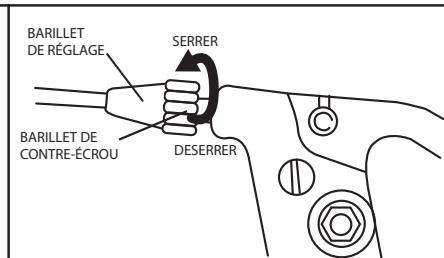

Figure DSK-2
Régler des freins cantilever ou à tirage latéral : Pour effectuer des ajustements mineurs, vous pouvez tourner dans le sens opposé ou dans le sens des aiguilles d'une montre le bariillet de réglage du câble situé sur l'étrier de frein (figure BRK-1) ou sur le levier (figure DSK-2).
- La tension de levier est créée soit à l'aide d'un ressort hélicoïdal ou linéaire sur chaque bras de levier. Pour régler les leviers pour qu'ils touchent également à la jante de la roue, serrez ou desserrez la vis de réglage de la tension du ressort (figure BRK-3/4) tout en appuyant sur le levier de frein à l'aide de votre main libre. Continuez jusqu'à ce que les patins de frein touchent également à la jante.b. Pour effectuer des ajustements mineurs, tournez le bariillet de réglage, situé sur le levier de frein (figure DSK-2) dans le sens opposé ou dans le sens des aiguilles d'une montre.